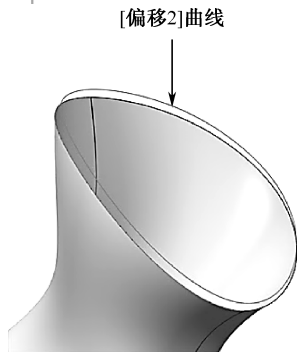

图 7-62 偏移 2 曲线
(2) 鼠标选取偏移 1 的瓶口轮廓线，单击【模型】→【编辑】模块中的  按钮，在  的距离输入框内输入 4，方向为【垂直于边】，得到偏移 2 曲线，如图 7-62 所示。